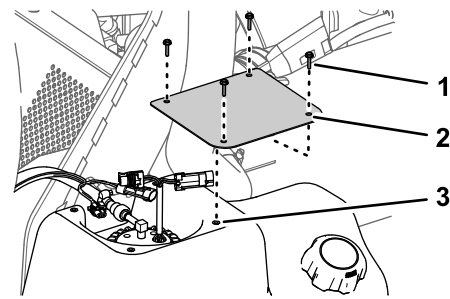

Figura 89
1. Monte la tapa en el depósito (Figura 89) con los 4 tornillos (N.º 10 x ¾") que retiró en el paso 2 de Retirada de la tapa de la bomba de combustible (página 66).